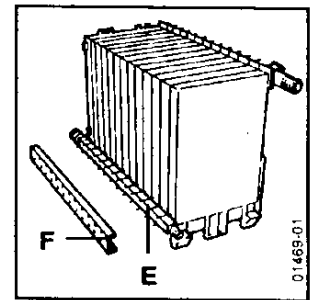

Fig. 9
Monter le collecteur arrière (E) (Fig. 9). Le centrage du piquage 3/4" (robinet de vidange) permet de positionner le collecteur avec précision, par rapport à sa plaque de serrage (F).